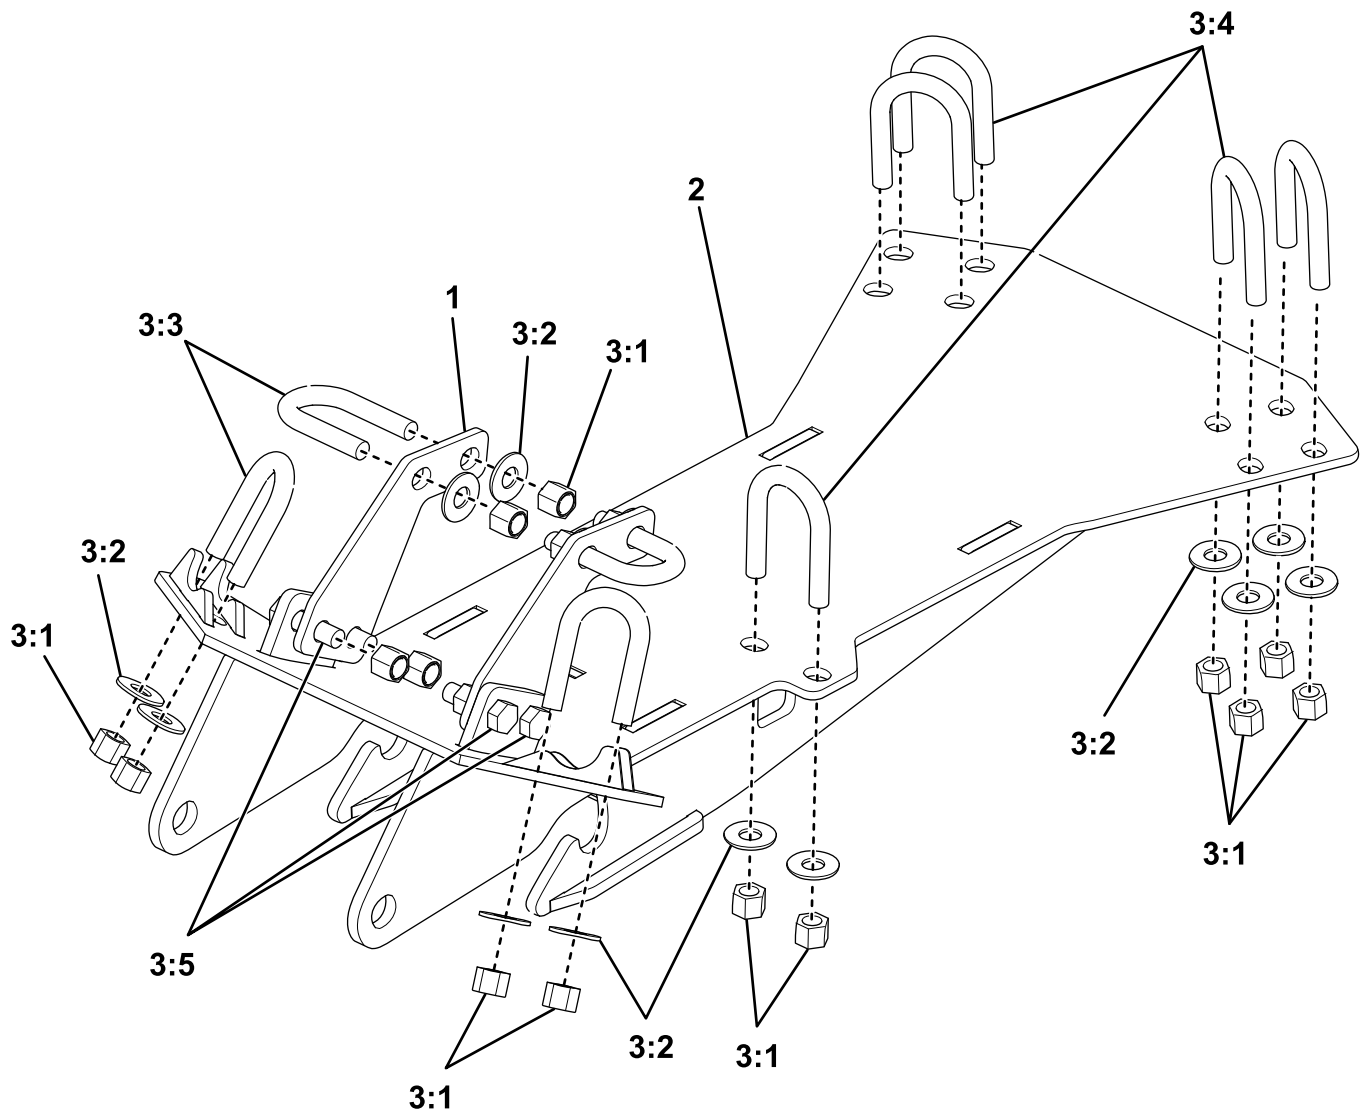

**Figure 3**
10. Fixez les supports avant au tube de cadre vertical sous le support de treuil à l'aide de 2 étriers filetés minces, 4 rondelles et 4 contre-écrous, puis serrez les boulons à la main (Figure 3).